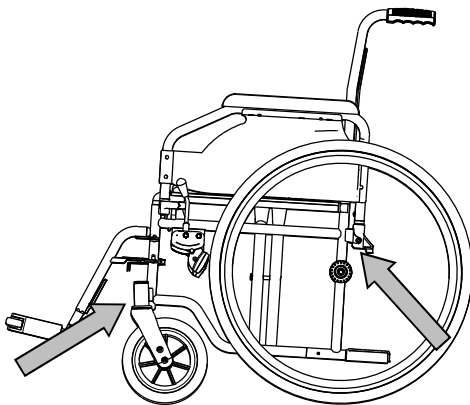

Figura 1
6. Monte las correas de sujeción frontal de acuerdo a las instrucciones del fabricante del sistema de la correa en el lugar indicado. (Figura 1) Este lugar está marcado en la silla de ruedas con un símbolo. (Figura 2)